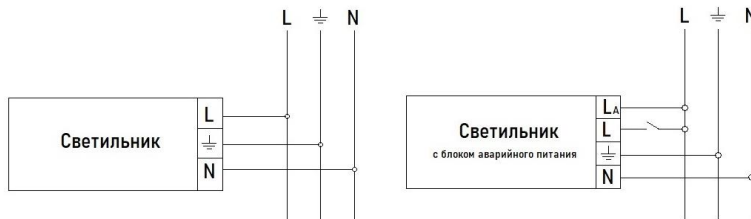

Рис. 2. Схемы подключения светильников к сети
- 4.3 Схемы подключения светильника и светильника с блоком аварийного питания к питающей сети приведены на рис. 2.